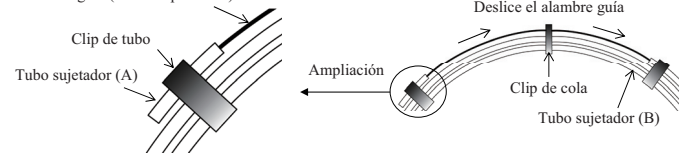

Figura 1
- Suelte la guía del clip de cola y deslicela lentamente, presione el extremo distal de la guía a través del tubo sujetador(B). (Figura 1)